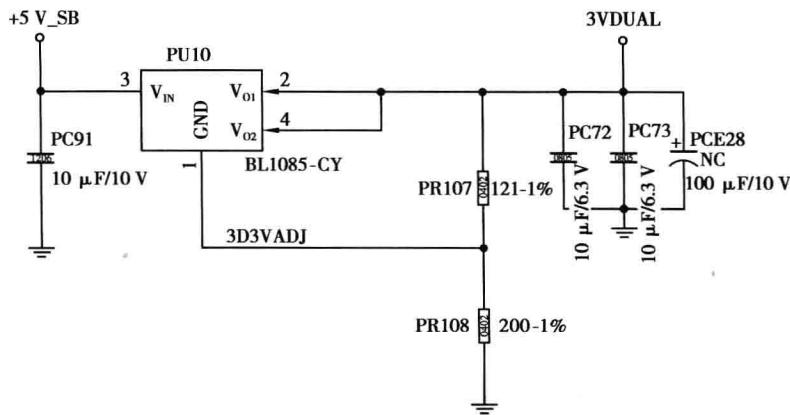

图 1-3 电阻应用电路图
电阻是电子电路最基本、最常用的电子元件。电阻用 R 来表示,一些特殊电阻还用 RN(排电阻)、RF、FS、FU 等字母表示。在某些主板电路中,为区分不同电路中的电阻,可能还会用到“字母 + R”来表示,如 AR(音频电路中的电阻)、LR(网卡电路中的电阻)、PR(电源部分电阻)等。图 1-3 为电阻在电路中的应用形式
在图 1-3 中,PR107、PR108 均为电阻,它们旁边都标有阻值大小及精度,元件符号上的标示为电阻的封装号,如 0402。电阻器上标注的电阻值为标称阻值。电阻值的基本单位是欧[姆],用 Ω 表示。实际应用中还常用到千欧($k\Omega$)、兆欧($M\Omega$),它们之间的换算关系:
1. 图 1-3 的电路中电阻有_____个,记录下电阻标号和阻值:
2. 你能说出图 1-3 中电阻的作用吗?